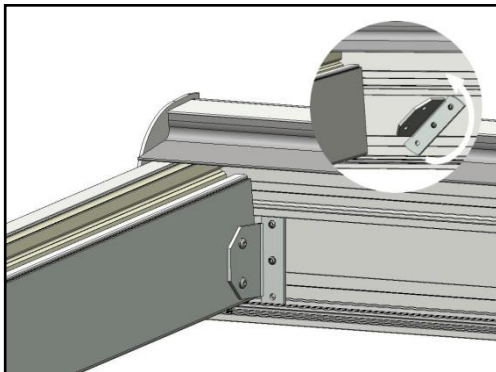

Abbildung 12, Anbringen der äußeren Träger
24. Legen Sie nun die beiden äußeren Träger mit dem Seitenabschlussprofil an die Abdeckungen auf dem Fassadenprofil und der Abflussrinne an. Positionieren Sie die Befestigungsplatten für die Träger und befestigen Sie diese mit Bohrschrauben 4,2x13 mm und den Inbusbolzen (Abb. 12).